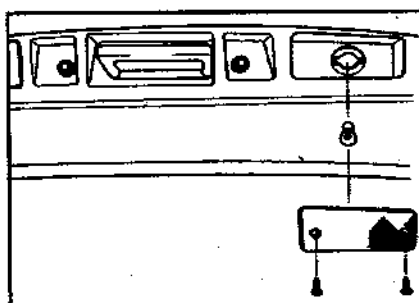

Рис. 131. Расположение болтов крепления стекла фонаря освещения номерного знака
1. Пользуясь отверткой для болтов Philips, отверните два болта, служащие для крепления стекла, и снимите стекла (рис. 131).